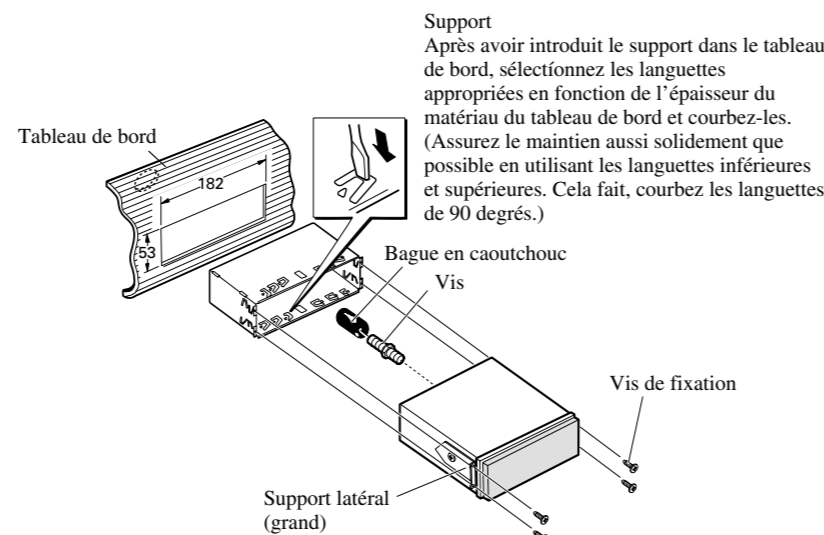

Fig. 9
3. Fixez fermement l'appareil. (Fig. 9)